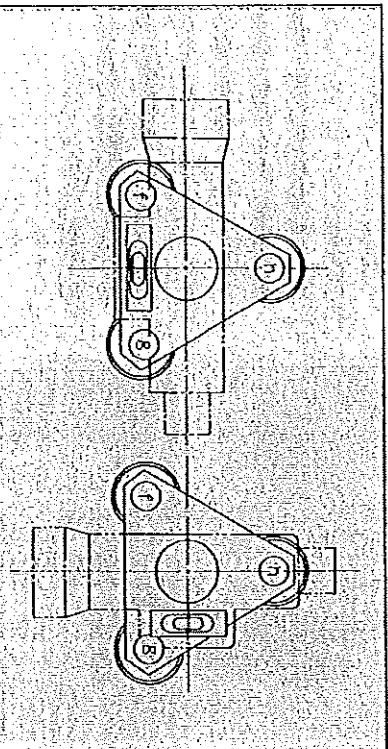

図7
①前述の校正法などによる水平規正を終えたのち図7(左)のように気泡像を中心にして、まず整準ねじであります。
②次に望遠鏡を縦軸のまわりに180°回転して、そのときの気泡の不整合量の半分を高低微動ねじで、残りの半分を整準ねじであります。これにより調整して気泡を中心にして移します。
③縦軸のまわりに90°回転し、図7(右)のようにすると気泡は一般に片寄りますから、整準ねじで気泡像を合致させます。